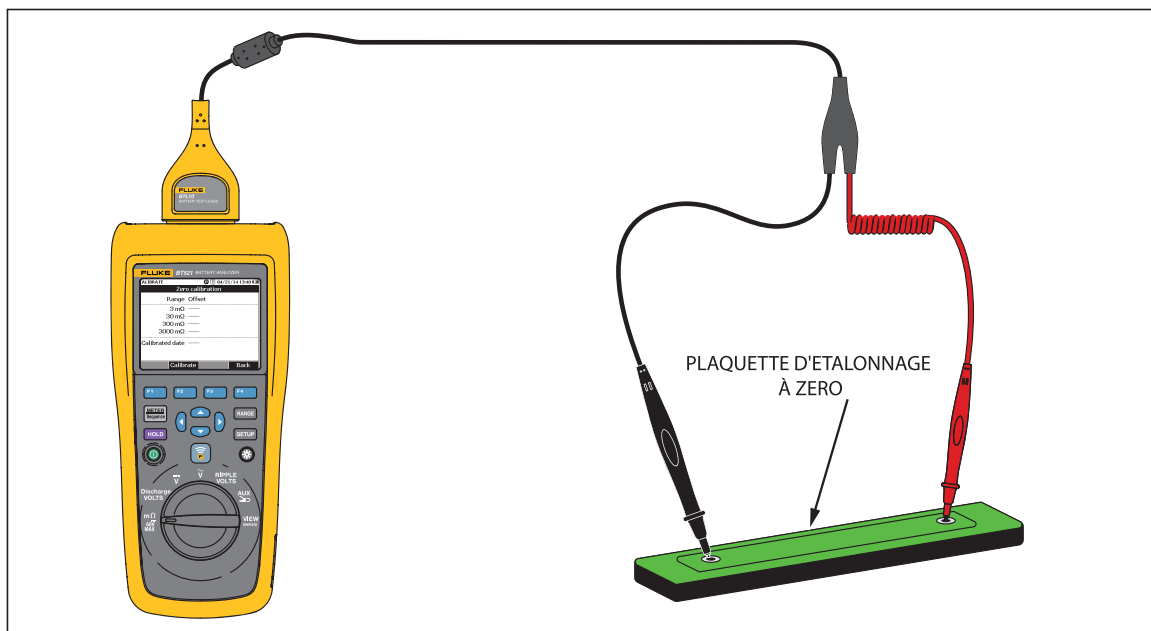

Figure 4-5. Configuration de l'étalonnage à zéro
1. Placez la plaquette d'étalonnage à zéro horizontalement sur une surface plane. Voir la figure 4-5.